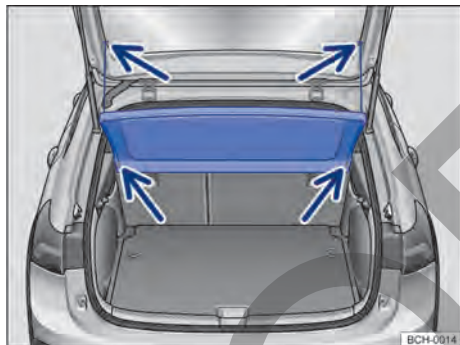

Fig. 149 En el maletero: desmontar y montar la bandeja trasera.
- Desprender los cordones de retención del soporte del portón trasero → fig. 149 (flechas superiores).
- Retirar la bandeja trasera hacia atrás y hacia afuera de los soportes laterales → fig. 149 (flechas inferiores).
- Empujar la bandeja trasera hacia adelante, introduciéndola en los soportes laterales → fig. 149 (flechas inferiores).
- Encajar los cordones de retención en la portón trasero → fig. 149 (flechas superiores).